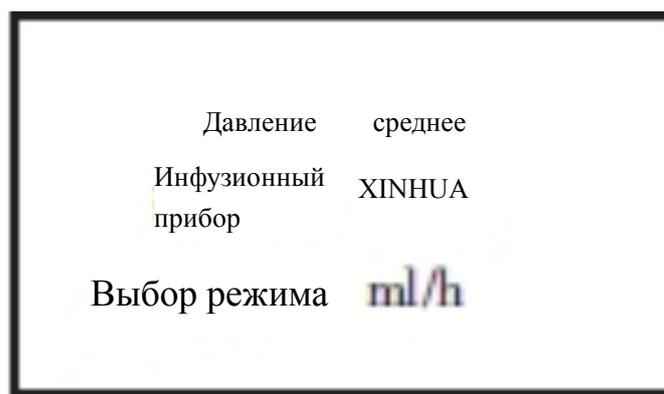

Рис.2
4.4.1. На основном интерфейсе длительное нажатие (приблизительно 3 сек.) на кнопку «Перелистывание» для вступления в интерфейс для выбора уровня давления. Отображение на дисплее как показано в рис.2.
4.5.1. На основном интерфейсе длительное нажатие (приблизительно 3 сек.) на кнопку «Перелистывание» для вступления в интерфейс для выбора марки инфузионного прибора. Отображение на дисплее как показано в рис.2.
4.6.1. На основном интерфейсе длительное нажатие (приблизительно 3 сек.) на кнопку «Перелистывание» для вступления в интерфейс для выбора инфузии. Отображение на дисплее как показано в рис.2.